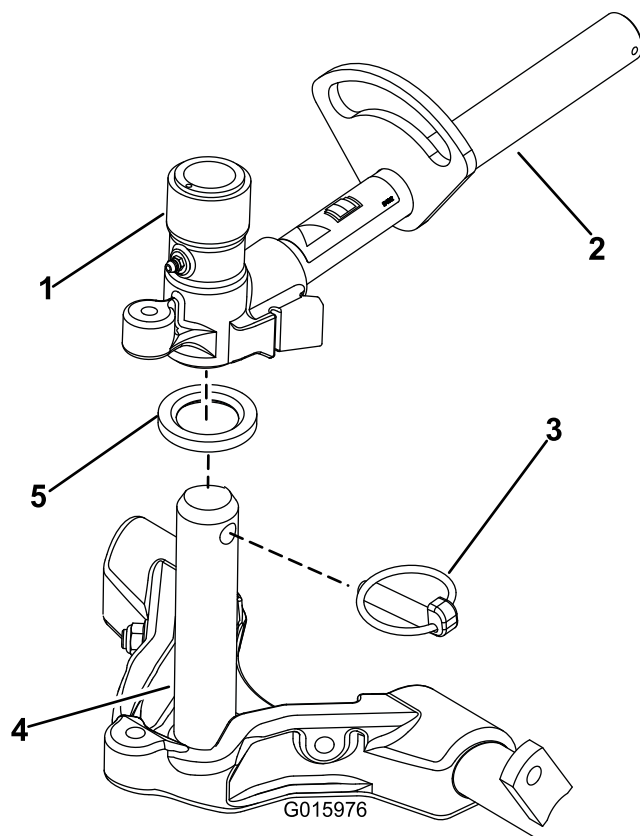

図 16
8. キャリアフレームのシャフトにきれいなグリスを塗る（図 16）。
9. フロントに取り付けるカッティングユニットは、昇降アームの下に入れるときにキャリアフレームのシャフトを立てて昇降アームのピボットヨークに挿入する（図 16）。スラストワッシャがキャリアフレームのシャフトの所定位置にあることを確認してください。
10. クリックピンを使って、キャリアフレームシャフトを昇降アームのヨークに固定する（図 16）。
B. 昇降アームのヨークをキャリアフレームのシャフトに通す (図 16)。